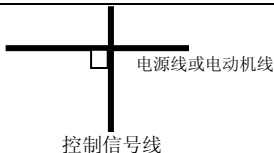

图 3-12 系统配线要求
- (2) U/T1、V/T2、W/T3 端子三根电机线尽量置于金属管或金属布线槽内。
- (3) 一般控制信号线应采用屏蔽电缆，屏蔽层与变频器  端相连后，以靠近变频器侧单端接地。
- (4) 变频器  端接地电缆必须直接与接地板相连，不得借用其它设备接地线接地。
- (5) 强电电缆 (R/L1、S/L2、T/L3、U/T1、V/T2、W/T3) 不得与控制信号线平行近距离布线，更不能捆扎在一起，须保持 20~60 厘米（与强电电流大小有关）以上的距离。如果要相交，则应相互垂直穿越，如图 3-12 所示。
- (6) 强电接地线必须与控制信号和传感器等弱电接地线分别独立接地。
- (7) 禁止在变频器电源输入端 (R/L1、S/L2、T/L3) 上连接其它用电设备。